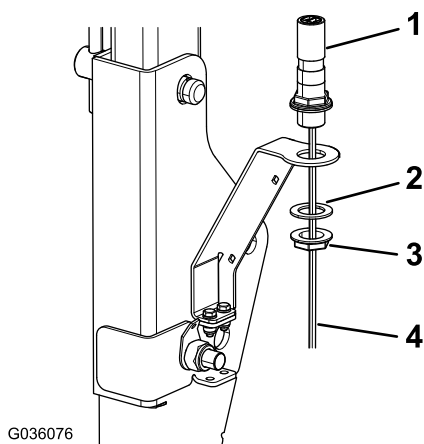

Figura 4
1. Montaggio del supporto della lampada di segnalazione sulla staffa della lampada di segnalazione (Figura 4).